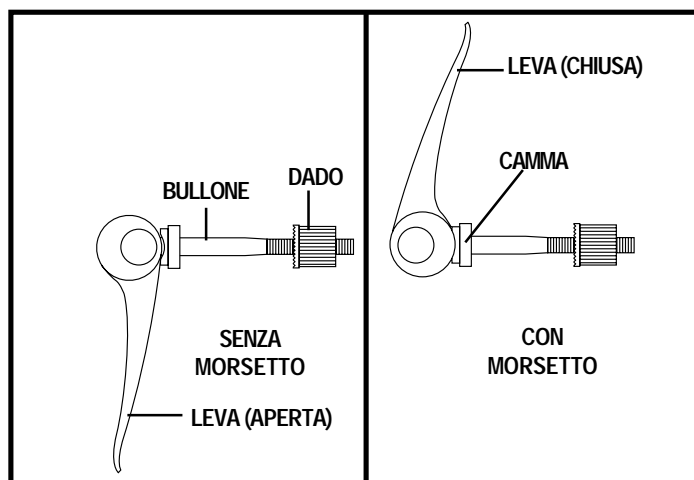
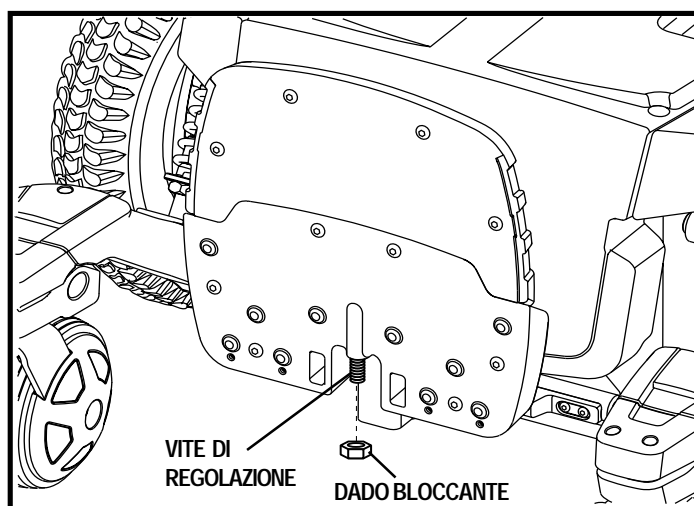

Figura 17. Funzionamento della chiusura di sblocco rapido
Figura 18. La parte inferiore della pedana unica
Chiusure di sblocco rapido: Il pianale poggiapiedi è attaccato alla base di alimentazione con due blocchi a rilascio rapido. Vedere figura 17. Ciascun blocco a rilascio rapido è costituito da un bullone, una leva e un dado. Vedere figura 18. La leva è dotata di una camma che consente di bloccare in posizione. La chiusura di sblocco rapido ha due stati: bloccato e sbloccato. Quando la leva è aperta, la chiusura di sblocco rapido è sbloccata. Quando la leva è chiusa, la chiusura di sblocco rapido è bloccata.
1. Ripiegare la pedana unica poggiagambe verso l'alto e localizzare la vite di regolazione. Vedere figura 18.